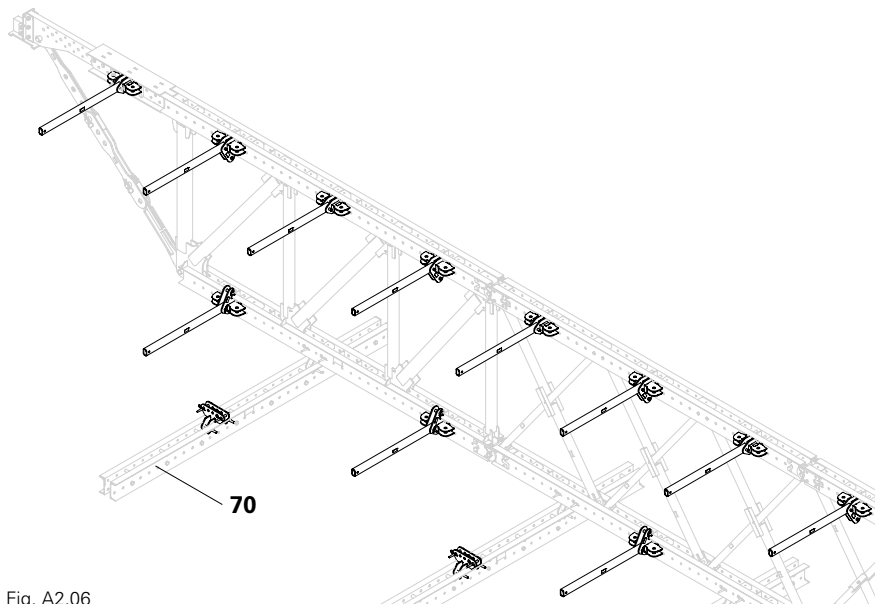

Fig. A2.06
Procedere nello stesso modo per montare una seconda trave singola sulla guida di ripresa (70). (Fig. A2.06)